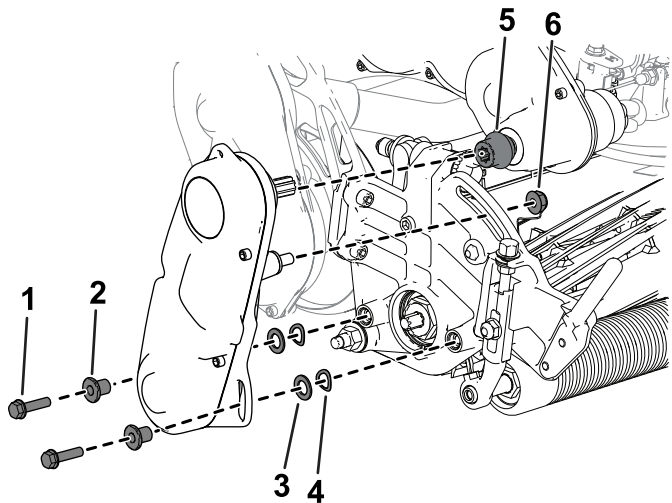

Figura 8
- D. Montai elementul de cuplaj la arborele de transmisie (Figura 8).
- E. Folosii elementele de fixare îndepărtate anterior pentru a monta ansamblul de acționare a cilindrului la unitatea de tăiere (Figura 8).
- F. Asigurați-vă că elementul de cuplaj (Figura 8) se poate mișca cu ușurință înainte și înapoi pe arborele de transmisie.